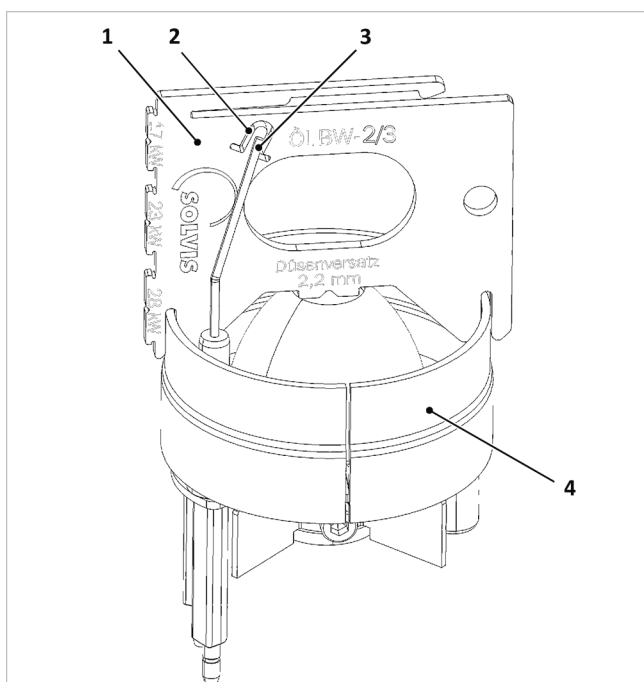

Abb. 25: Zündelectroden prüfen
1. Lage der Electroden (3) wie in → Abb. 25 gezeigt kontrollieren und ggf. durch Biegen korrigieren.
2. Mindestlänge kontrollieren. Das untere Ende des Kontrollfensters (2) der Einstellehre gibt die Mindestlänge der Zündelectroden vor. Sind die Electroden nur noch geringfügig länger, sollten sie getauscht werden.